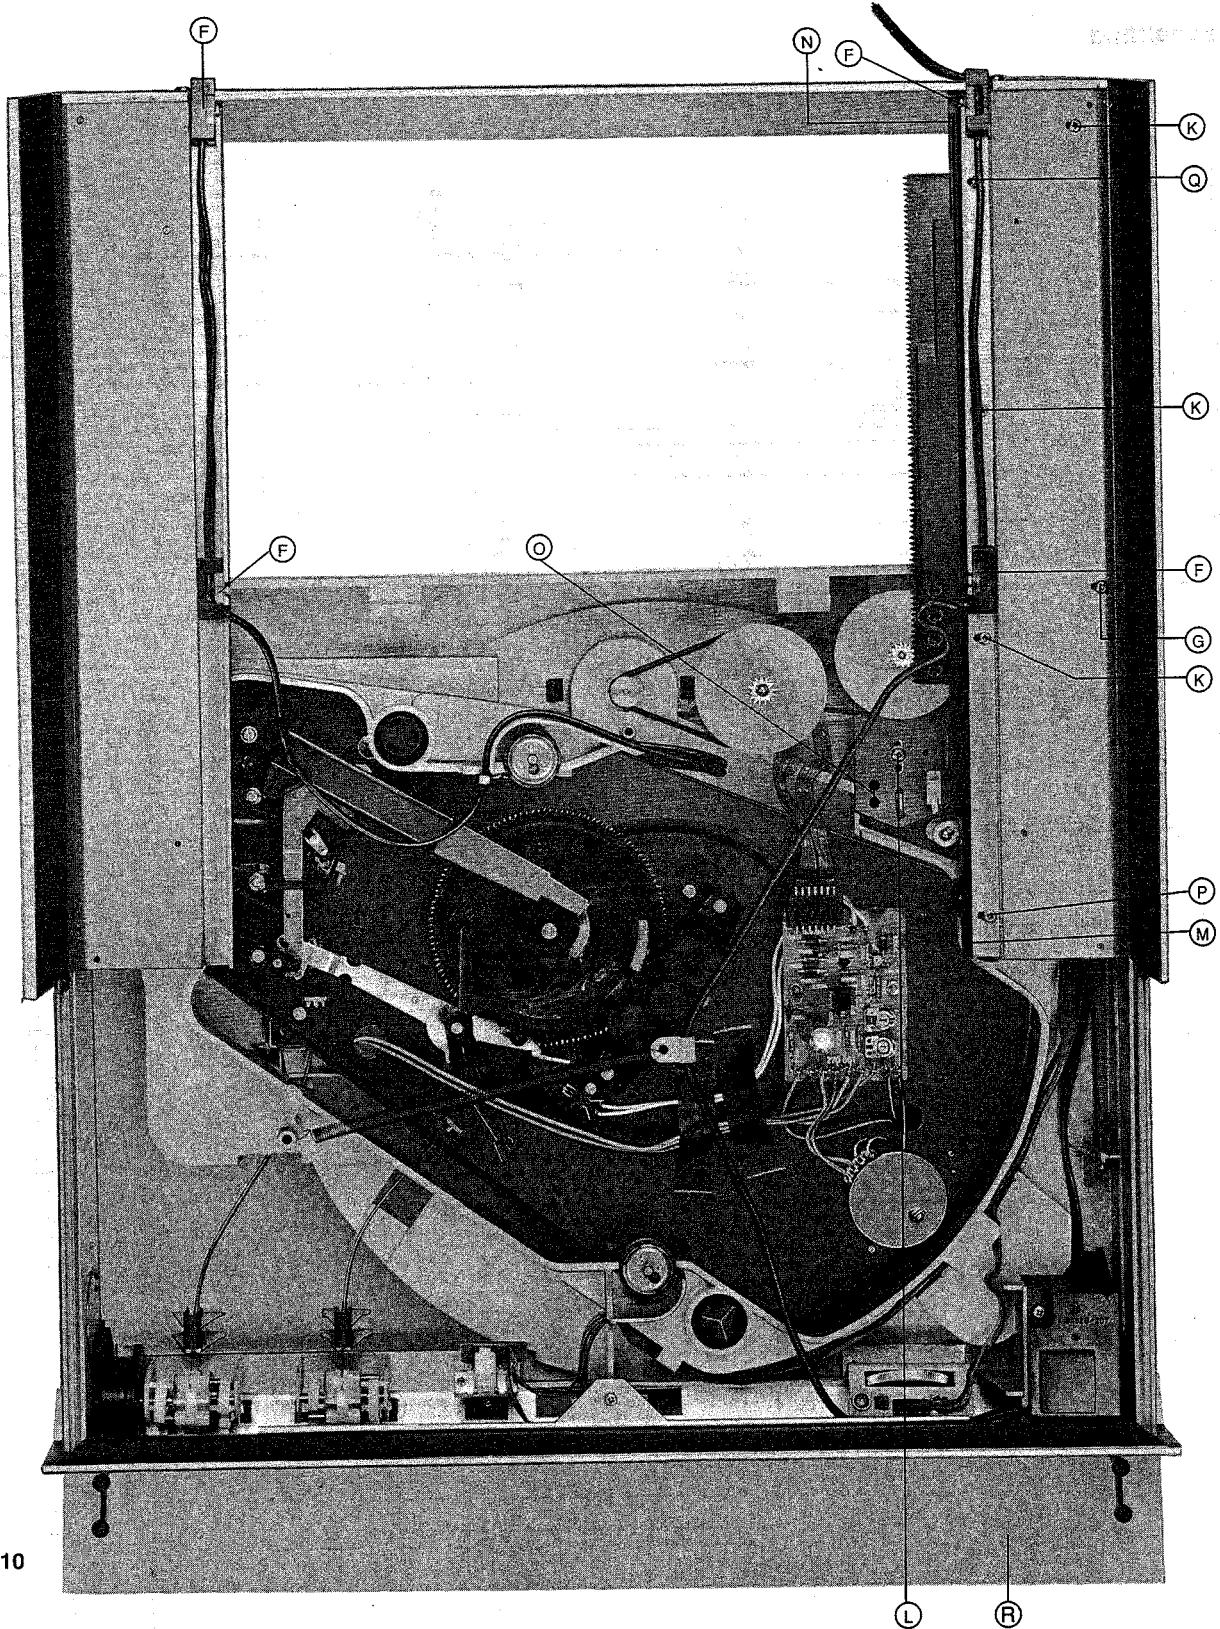

Abb. 10
3. Schraube (E) herausdrehen, Netzschalter-Abdeckung abnehmen und Netzeleitung von Schalterplatte abziehen.
4. Schraube (D) herausdrehen und Frontblende nach vorne kippen.
18. Ausbau des Schlittens (Abb. 10)
2. Zwei Schrauben (J) herausdrehen und Winkel abnehmen.
22. Auswechseln der Zahnstange (Abb. 10)
- Die zehn Rollen (H) aufstecken.
- Klappe (R) nach vorne klappen.
- Die Schraube (G) festdrehen.
- Kabelhalterungen (F) einsetzen.
25. Justage des Endschalters (Abb. 10)
- Schraube (L) lösen.
- Schraubenzieher durch Öffnungen (Q) bis zu den darunter liegenden Rippen stecken.
- Endschalterplatte in dieser Stellung halten und Schraube (L) anziehen.